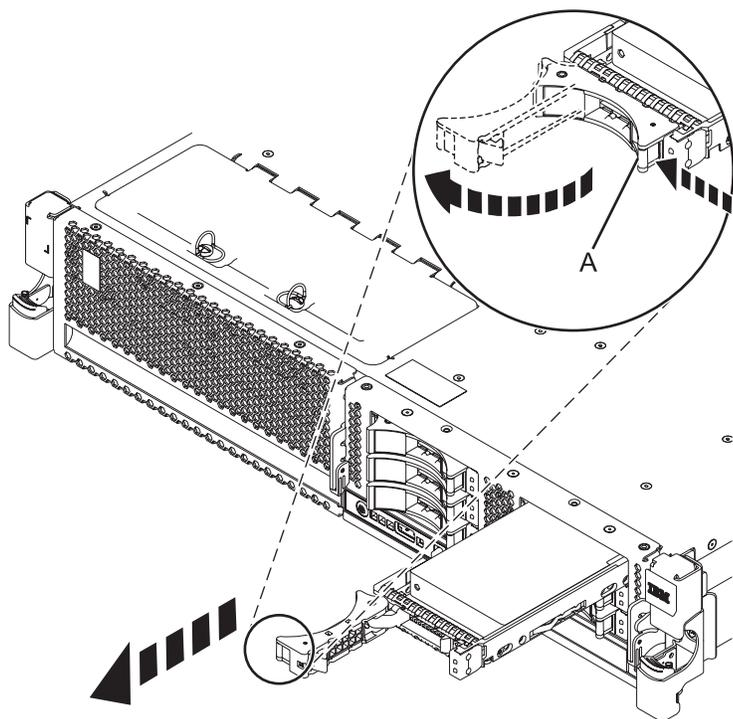

図 14. ディスク・ドライブのシステムからの取り外し
- a. 識別 LED が明滅したら、24 ページの図 14 に示すように、ドライブのハンドルを握って手前に引き出し、ロックを解除します。